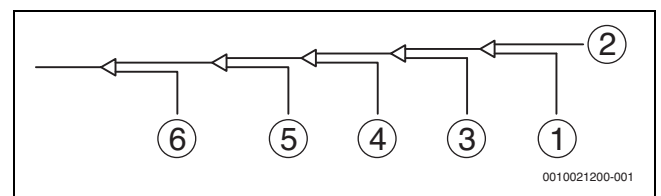

Fig. 33
8. Purgar las demás aberturas de la misma manera, trabajando en secuencia de la unidad interior A en dirección de las unidades exteriores. Véase la fig. 33.